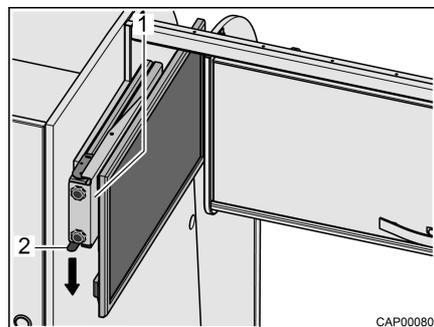

Bild 5 Auszug mit Flachbildschirm
- Auszug (Bild 5,1) mit Flachbildschirm waagrecht bis zum Anschlag schieben. Die Rastfeder (Bild 5,2) rastet hörbar ein.